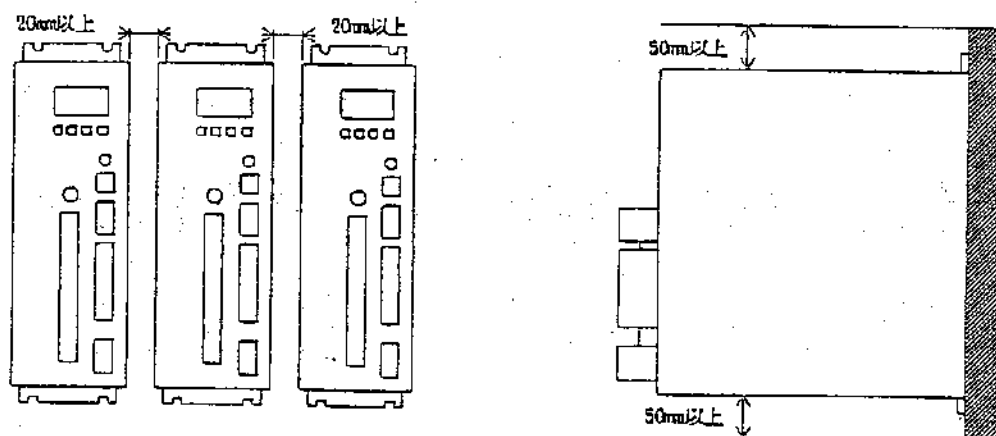

図3-3 NPSA-TMTA-201/401/801/152/222/372/752
- (2) NPSA-TMTA-201/401/801/152/222/372/752は、放熱性、メンテナンス性からも上下、左右の空間は、他の装置、部品や制御盤壁面から上下各50mm、左右各20mm以上確保するようにして下さい。(図3-3 参照)